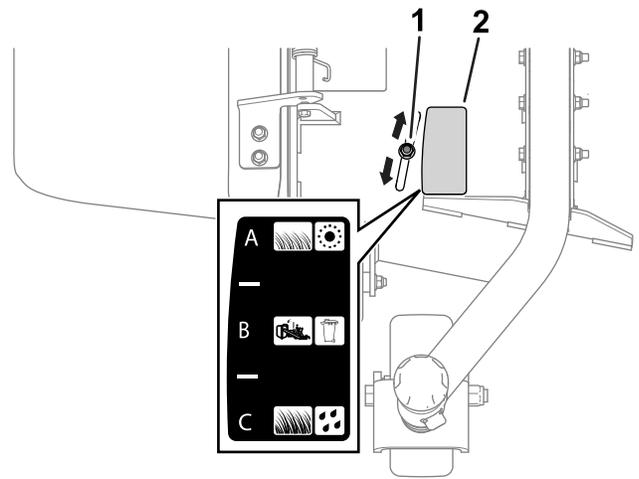

Bild 16
2. Lösen Sie dann die Mutter (Bild 16).
In den folgenden Abschnitten finden Sie eine Beschreibung der einzelnen Positionen des Richtungsablenkblechs. Bild 16 illustriert jede Position (d. h. A, B und C) wie auf dem Aufkleber zu sehen.